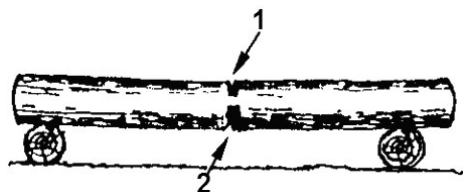

Рис. 10. Пропилы при раскрыжевке дерева на двух опорах
1. Бревно лежит на двух опорах (Рис. 10). Разгрузочный пропил (1) на 1/3 бревна делается сверху. Основной пропил (2) делается снизу навстречу разгрузочному пропилу.